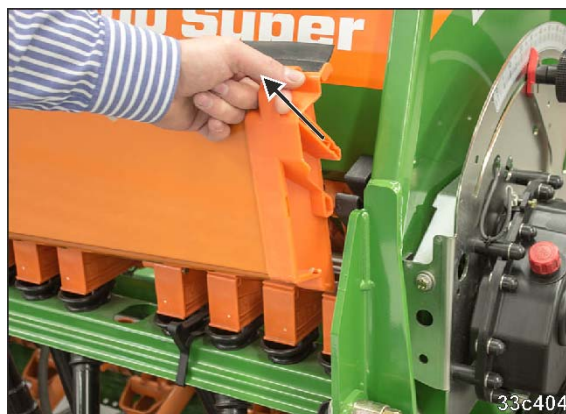

Fig. 221
1. Abdrehmulden (Fig. 221) nach oben aus der Halterung herausziehen.